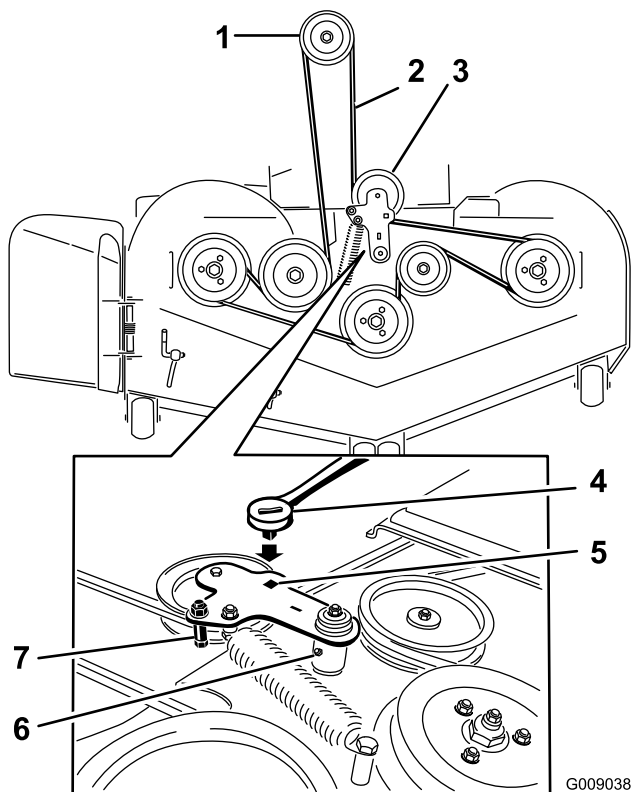

Figura 100
6. Sollevate la bacinella e inserite il cricchetto nel foro quadrato del tendicinghia del piatto di taglio (Figura 100).
7. Ruotate il tendicinghia del piatto di carico in senso orario e togliete la cinghia del tosaerba (Figura 100).